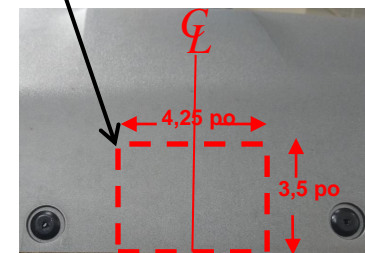

Figure 3
- Découper le carénage** – Repérez le centre du carénage. À l'aide d'un ruban à mesurer, d'un marqueur et d'un couteau à lame rétractable, découpez une encoche dans la base du carénage d'environ 4,25 po de largeur par 3,5 po de hauteur. **Voir la figure 3. Remarque : Avant de découper, assurez-vous que la zone ne contient aucun câblage électrique.**